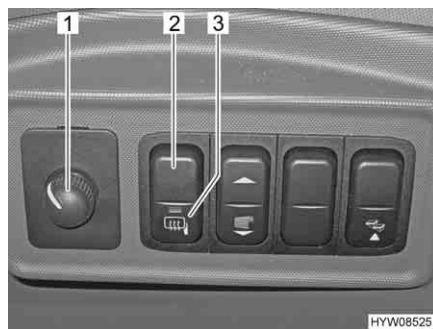

Fig. 13 Interruttore per gli specchietti esterni a regolazione elettrica
- Selezionare lo specchietto da impostare. A tal fine premere l'interruttore girevole (Fig. 13,1) verso sinistra oppure verso destra.
- Premendo l'interruttore (Fig. 13,1) regolare lo specchietto nella posizione corrispondente.
- Premere l'interruttore (Fig. 13,2). La spia rossa di controllo (Fig. 13,3) nell'interruttore indica il funzionamento.